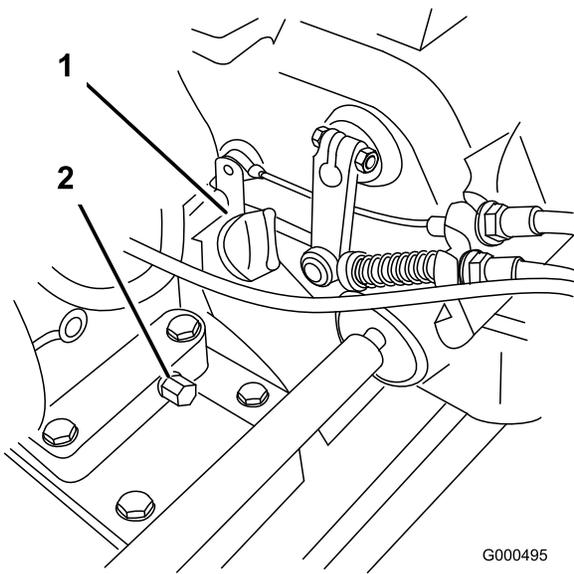

图29
2. 调整机器使发动机保持水平并清洁量油尺周围的区域图29。
3. 逆时针旋转油位量油尺然后将其取出图29。
2. 在机器后部的排油塞下放置一个放油盘(图29)。拧松排油塞。